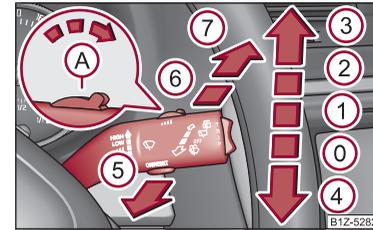

Fig. 50 Manette des essuie-glaces
La manette des essuie-glaces ⇒ fig. 50 peut être mise sur les positions suivantes:
- Si c'est le balayage lent (2) ou rapide (3) qui est activé ⇒ page 63, fig. 50 et si la vitesse du véhicule descend en dessous de 4 km/h, le système passe automatiquement sur la vitesse de balayage inférieure. Il repasse sur le balayage précédent lorsque le véhicule recommence à rouler à plus de 8 km/h.
Si la manette de l'essuie-glace se trouve sur la position (2) ⇒ page 63, fig. 50 ou (3), l'essuie-glace arrière effectue un essuyage toutes les 30 secondes ou toutes les 10 secondes si la vitesse est supérieure à 5 km/h.
Les phares sont nettoyés après la première et toutes les cinq aspersion du pare-brise à condition que les feux de croisement ou les feux de route soient allumés et que la manette des essuie-glaces soit maintenue une 1 seconde environ sur la position (5) ⇒ page 63, fig. 50.
- Poussez ensuite durant les 20 secondes suivantes la manette des essuie-glaces sur la position ④ ⇒ page 63, fig. 50 - les balais se mettent sur la position Maintenance.